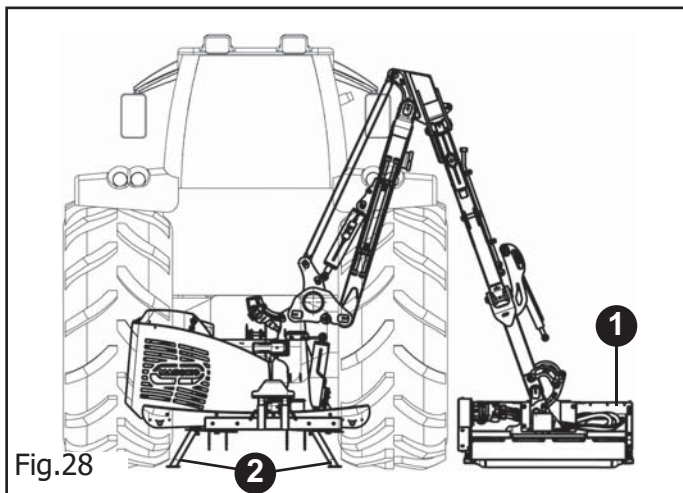

Fig.28
- 2) Posizionare la macchina in configurazione di lavoro e appoggiare la testata trinciante (1 Fig.28) al suolo;
- 3) Abbassare e bloccare i piedi d'appoggio (2 Fig.28) della macchina;